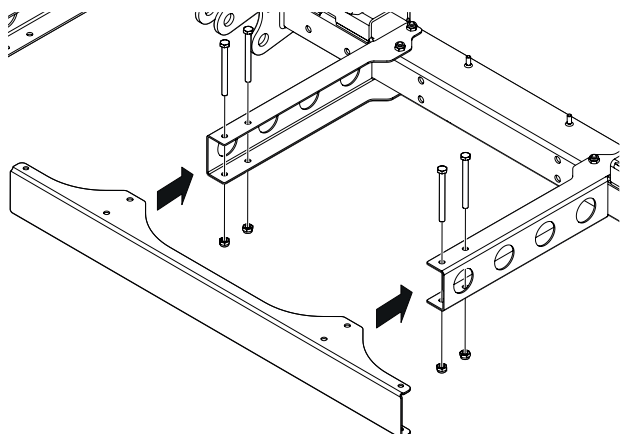

Bild 37. Montering av inre plåtprofil
2. Montera den mittersta plåtprofilen med 4 skruvar M10x110 på konsolerna. Se Bild 37.